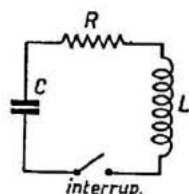

Fig. 1. — Le circuit oscillant.
a) LE CIRCUIT OSCILLANT. — Considérons le circuit de la figure 1 constitué par une self-induction L, une capacité C et une résistance R (résistance de l'enroulement plus les pertes diverses dans le condensateur ramenées à une résistance série). Chargeons le condensateur C, par